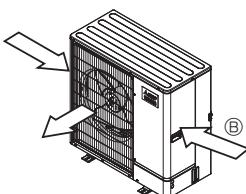

Fig. 2-4
- ③ Plaats het apparaat indien mogelijk zo dat de luchtinlaat in dezelfde richting blaast als de seizoenswinden. (Fig. 2-4)